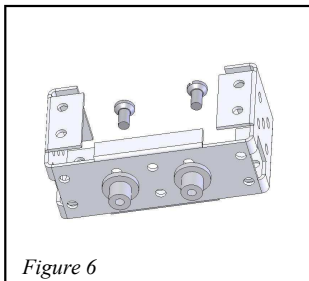

Figure 6
**Étape 4 :** Fixer deux **axes longs (9)** sur la **cage (3)** à l'aide des **vis têtes fraisées 3mm (12)**. Voir la figure 6.